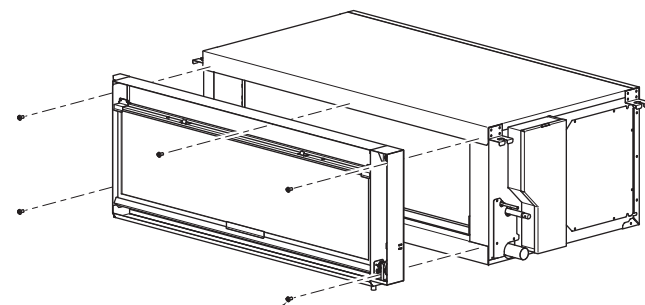

図3
- 昇降フィルターボックスを付属の①5×10ネジにて本体に取付けてください。(図3)